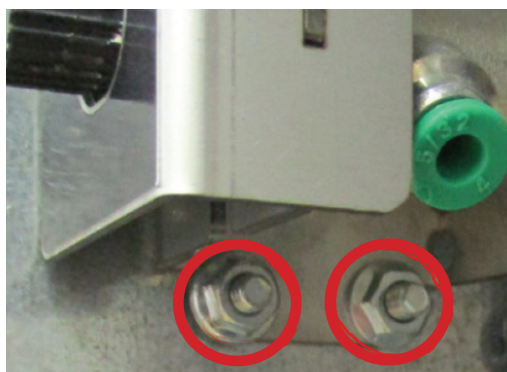
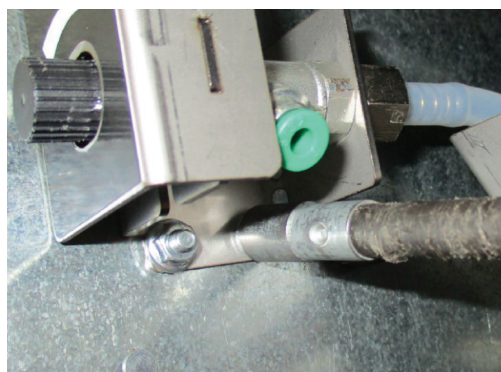

Рисунок 4.11
Рисунок 4.12
1. Снимите клапан с крепления в автомата, открутив две гайки (рис.4.11 и рис.4.12).